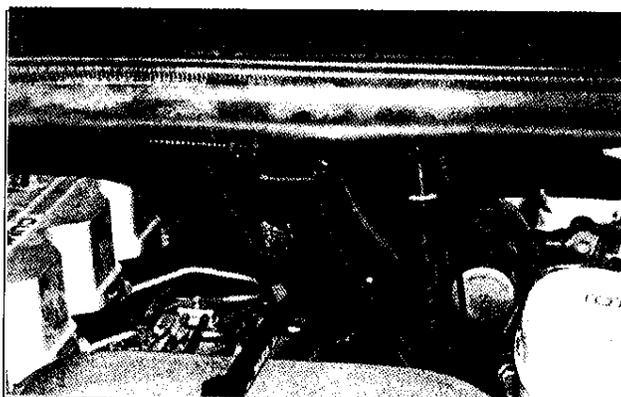

Fig. 15
- d. La guarnición del tubo poly en el lado del conductor de la guarnición del freno de escape deberá ser conectada a la manguera vacía de 1/4" por 6" conectada al suministro de vacío de vehículo en la sección previa. Si es necesario, use una cuchilla afilada para recortar la manguera de 6" según se requiera y conéctela a la guarnición del colector de cables (Fig. 15).